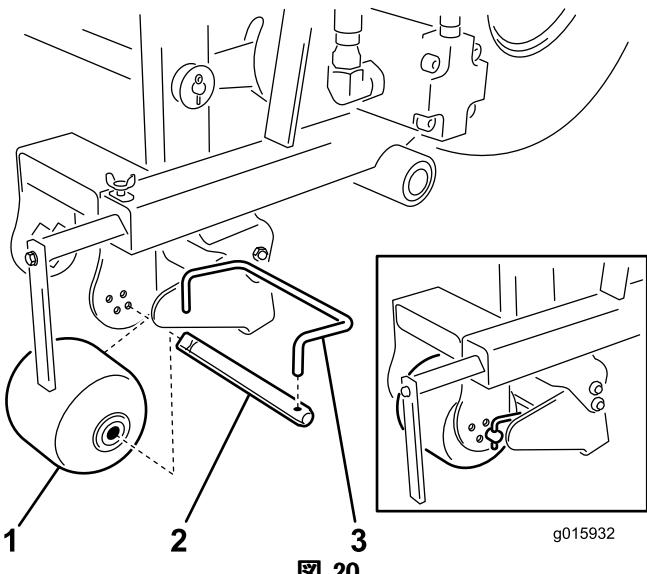

図 20
3. ローラのシャフトからスクレーパのロッドを外す（図 20）。
4. ローラからシャフトを外す（図 20）。